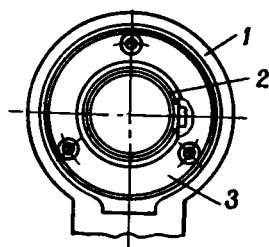

Рис. 38. Положение шарнирного подшипника в корпусе:
1. Снять обе крышки 3 (рис. 38) с корпуса 1 подшипника, вынуть шарнирный подшипник 2, разобрать его и промыть все детали в бензине.